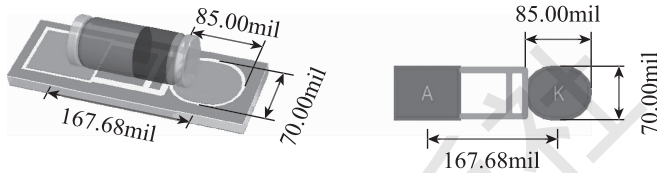

图 1-63 贴片二极管外形尺寸、封装规格
(4) 常用表面贴装二极管外形尺寸及封装规格，如图 1-63 所示。